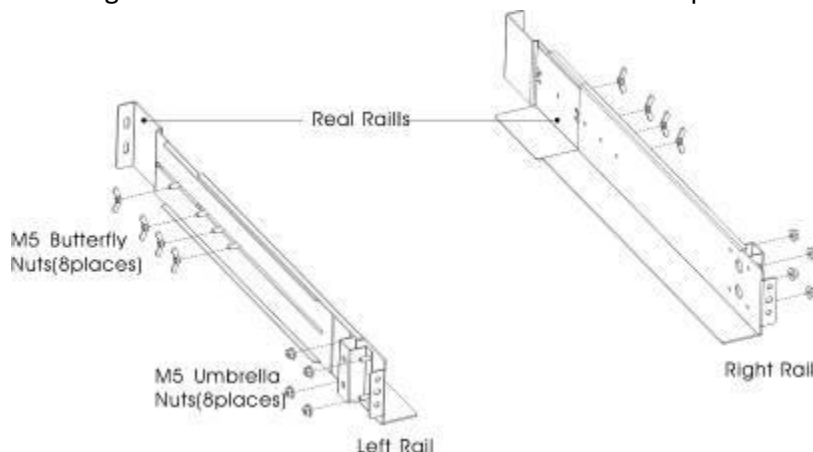

Figura 1 Fissare i binari
(1) Per installare il kit dei binari
a) Montare i binari di sinistra e di destra sui binari posteriori, come mostrato nella Figura 1. Non serrare le viti.
- c) Serrare quattro dadi a ombrello M5 sul lato del binario (si veda Figura 1).